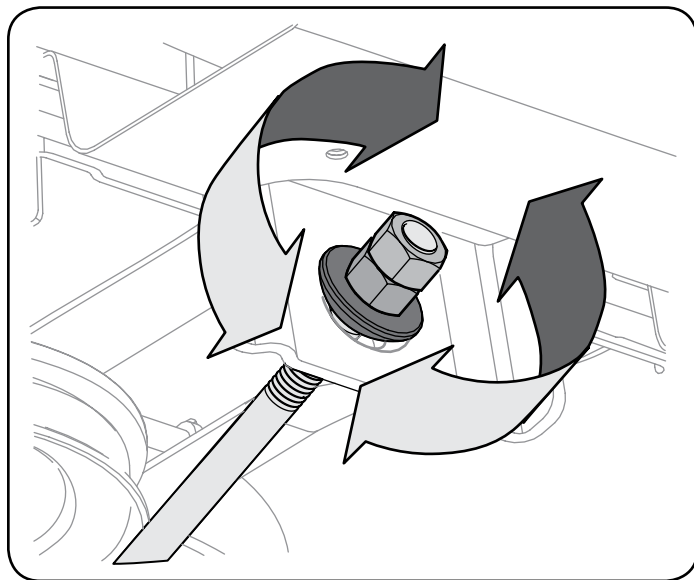

Figura 20
- c. Saque el tornillo hexagonal que asegura la varilla guardapoleas del motor al chasis. Vea la Figura 20.
- d. Deslice la varilla hacia la derecha para sacarla. Vea la Figura 20.
- c. Trabajando en el lado derecho del tractor, inserte una llave de trinquete de $\frac{3}{8}$ ", regulada para ajustar, en el orificio cuadrado del soporte intermedio. Vea la Figura 20.
- Utilice la llave para girar hacia adelante la polea de transmisión de la plataforma. Vea la Figura 20.